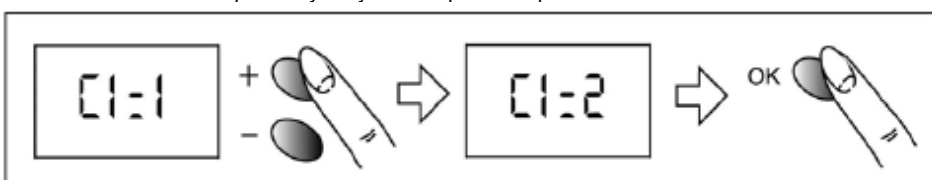

Fig.9
1. Aby zmienić konfigurację, należy przekręcić pokrętko do ustawienia → (patrz Tabela 4 i rys. 9)